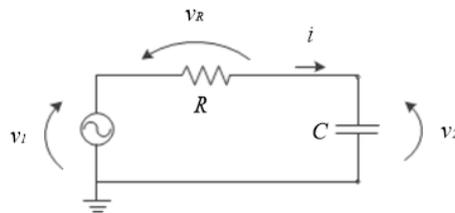

Figura 2 - Circuito RC
3.1 Monte um circuito RC conforme **Figura 2**. Escolha os componentes com os seguintes valores nominais: **R = 1 k Ω** e **C = 220 nF**. Meça os valores experimentais de R e C.